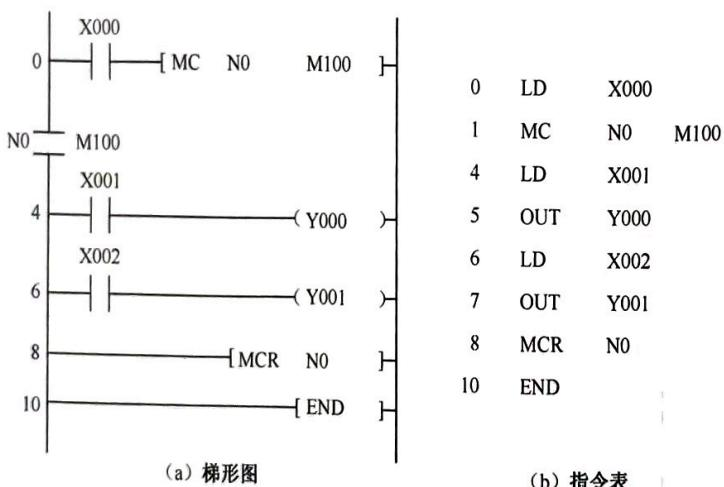

图 3-66 主控指令举例
在图 3-66 中，当 X0 闭合时，执行主控指令 MC 到 MCR 的程序。
(1) 在图 3-66 所示的程序中，输入 X0 闭合时，执行 MC 与 MCR 之间的指令。如果 X0 输入为断开状态，则根据不同的情况形成不同的形式。